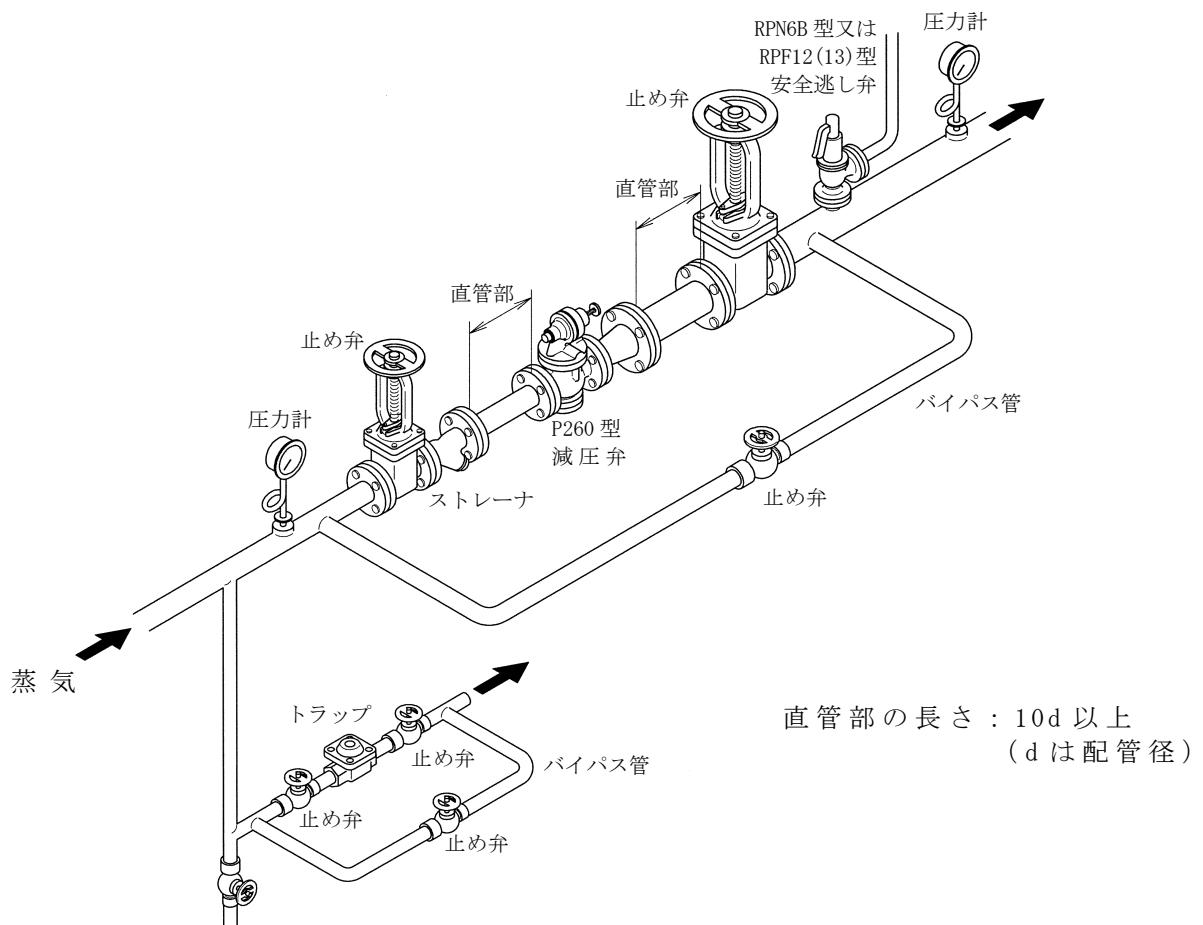

図 2 配管例図
- 配管に際しては、減圧弁の弁箱の矢印と蒸気の流れ方向を必ず一致させて水平配管に垂直に取付けてください。また、図2の配管例図に示すように、止め弁、ストレーナ、安全逃し弁、圧力計、バイパス管及びスチームトラップを必ず設けてください。なお、減圧弁の前後にはできるだけ10d以上(d:配管径)
- a) 配管に際しては、減圧弁の弁箱の矢印と蒸気の流れ方向を必ず一致させて水平配管に垂直に取付けてください。また、図2の配管例図に示すように、止め弁、ストレーナ、安全逃し弁、圧力計、バイパス管及びスチームトラップを必ず設けてください。なお、減圧弁の前後にはできるだけ10d以上(d:配管径mm)の直管部を設け、二次側流速が30m/sを超える場合にはレジューサを取り付け二次側配管の拡大をお勧めします。安定で性能の良い減圧装置とする為、ストレーナ、安全逃し弁、スチームトラップもフシマン製品をお使いください。